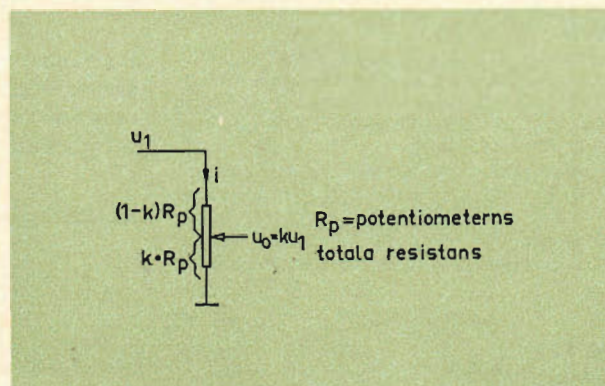
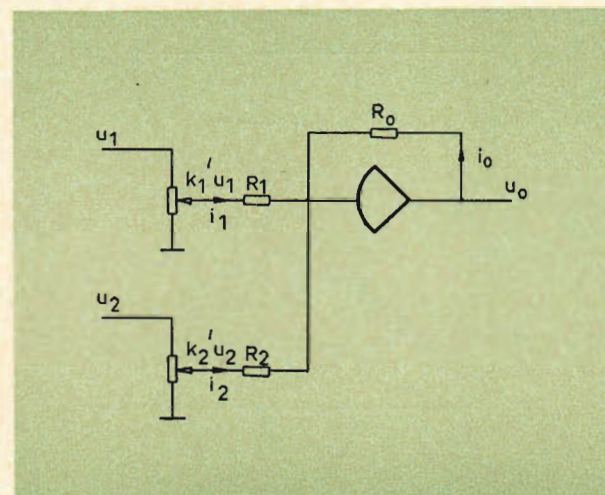

Fig. 12
Fig. 13
Potentiometern belastad av ett motstånd R_1 . Konstanten k_1' kan anta alla värden mellan 0 och 1, jfr fig. 12 och 13.
The potentiometer loaded by a resistor R_1 . The constant k_1' may assume any value between 0 and 1; compare also with figs. 12 and 13.
För att lösa ekv. (8) behövs även en enhet som kan multiplicera en variabel spänning med en konstant. Denna operation utföres med hjälp av en potentiometer. Princip-schemat visas i fig. 12. Förutsättningen är att konstanten är <1 . Detta kan synas vara en begränsning om man t.ex. önskar utföra en operation enligt ekv. (25) nedan, där konstanten k_1' är 6.
Ett närmare studium av den principiella kretsen i fig. 13 visar att ovanstående samband kan representeras utan större besvär. Liksom tidigare erhålles:
Ingen av potentiometerkretsarna i fig. 13 är ekvivalent med den i fig. 12, ty i fig. 13 belastas potentiometrarna av motstånd R_1 resp. R_2 . Avvikelserna diskuteras i
Kombination av fig. 13 och 17 för att utföra operationen enl. ekv. (38).
In order to solve eq. (38), figs 13 and 17 are combined.